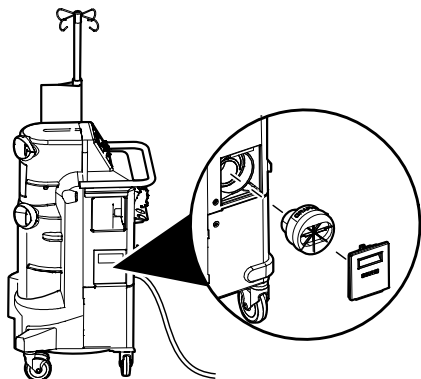

図2 - フィルタの取外しおよび装着
- フィルタ収納部の扉を取り外します (図2)。
5. 新しいフィルタをフィルタ収納部に装着して扉を戻します (図2)。